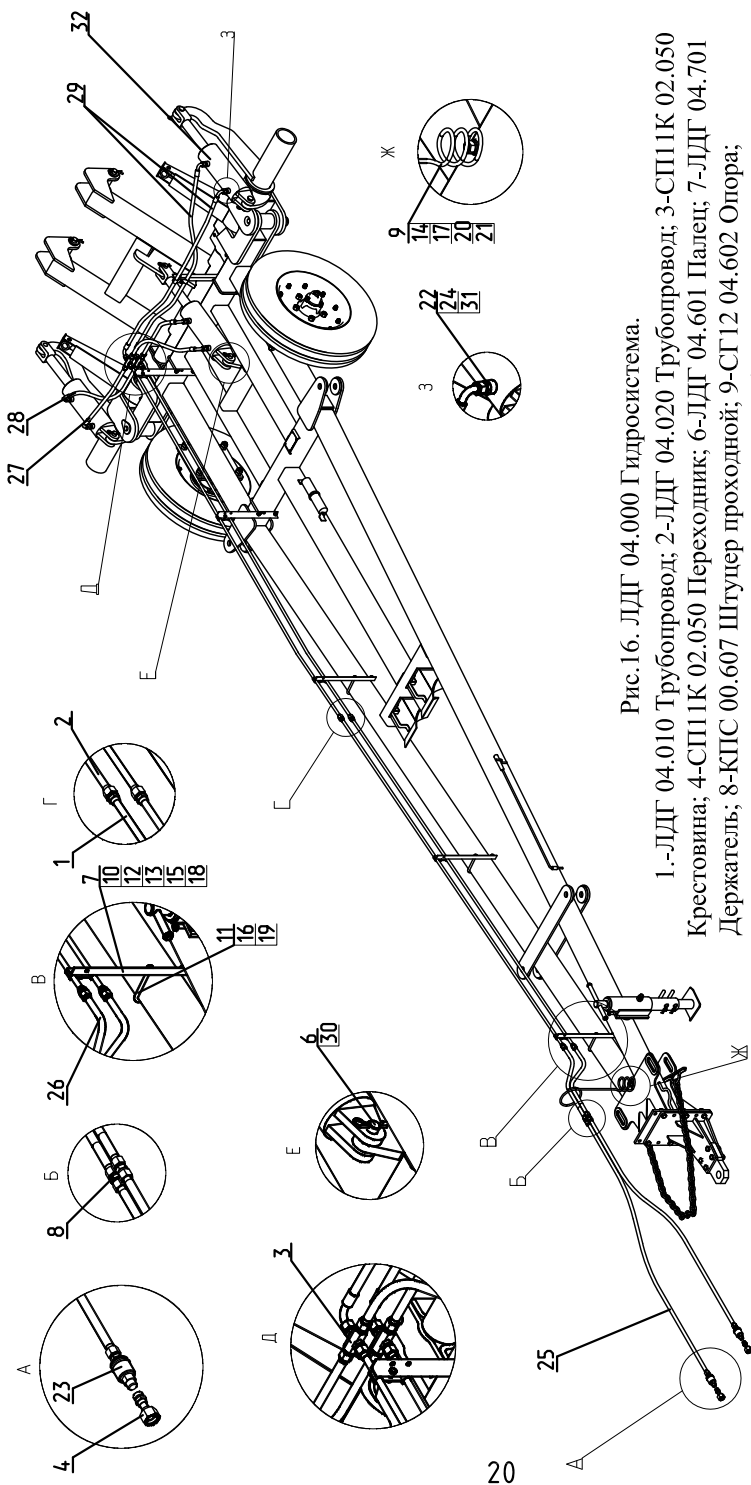

Рис.16. ЛДГ 04.000 Гидросистема.
3.13. Гидросистема (Рис. 16) служит для подъема дисковых батарей в транспортное положение и опускания батарей в рабочее положение. Подъем и заглубление дисковых батарей осуществляется путем поворота брусьев за счет перемещения штоков гидроцилиндров под действием гидросистемы трактора.